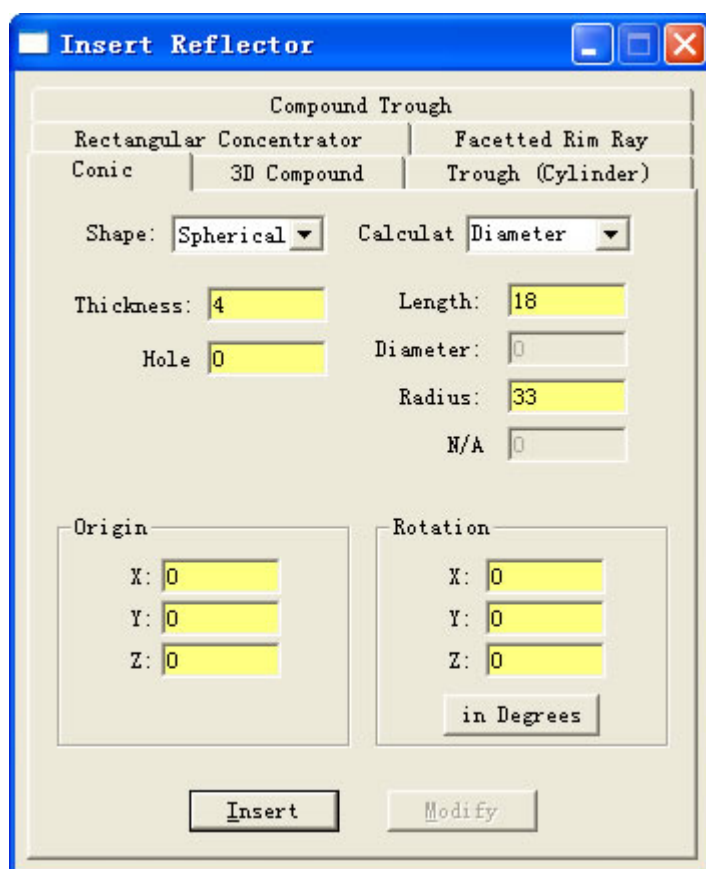

图 3.1.1
2. 点击**Insert** → **Retlector**，选择Conic类型，形状为球形（Spherical），计算形式为直径（Diameter），厚度（Thickness）输入 4mm，反光碗高(length)为 18mm,孔大小为 0,半径(radius)为 33mm，起点坐标值和旋转坐标值保持默认，输入结果为图 3.1.1 图框所示：